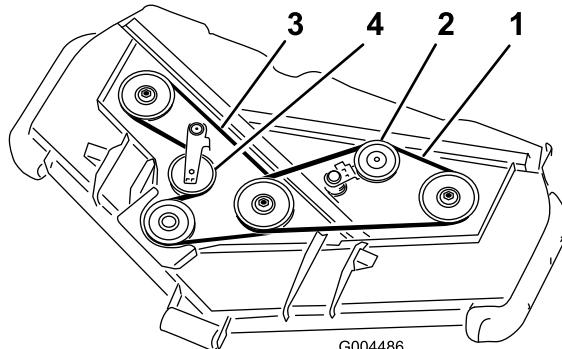

Figura 59
3. Con una barra idonea o uno strumento simile, allontanate la puleggia tendicinghia superiore (Figura 59) dalla cinghia di trasmissione superiore, per rilasciare la tensione della cinghia e toglierla dalle puleggi.
4. Con una barra idonea o uno strumento simile, allontanate la puleggia tendicinghia inferiore (Figura 59) dalla cinghia di trasmissione inferiore, per rilasciare la tensione della cinghia e toglierla dalle puleggi.
5. Montate la nuova cinghia attorno alla puleggia degli ingranaggi, alle puleggi del perno inferiore e alla puleggia tendicinghia, come illustrato nella Figura 59.
6. Montate la nuova cinghia attorno alle puleggi del perno superiore e alla puleggia tendicinghia, come illustrato nella Figura 59.